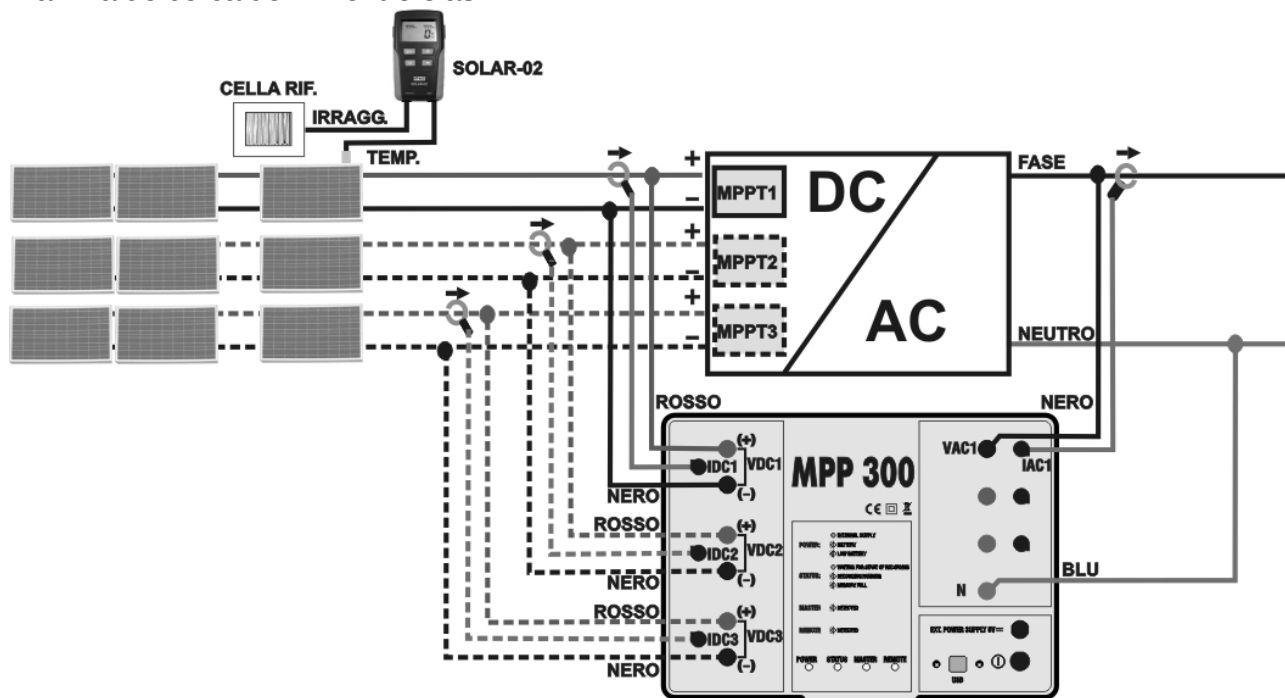
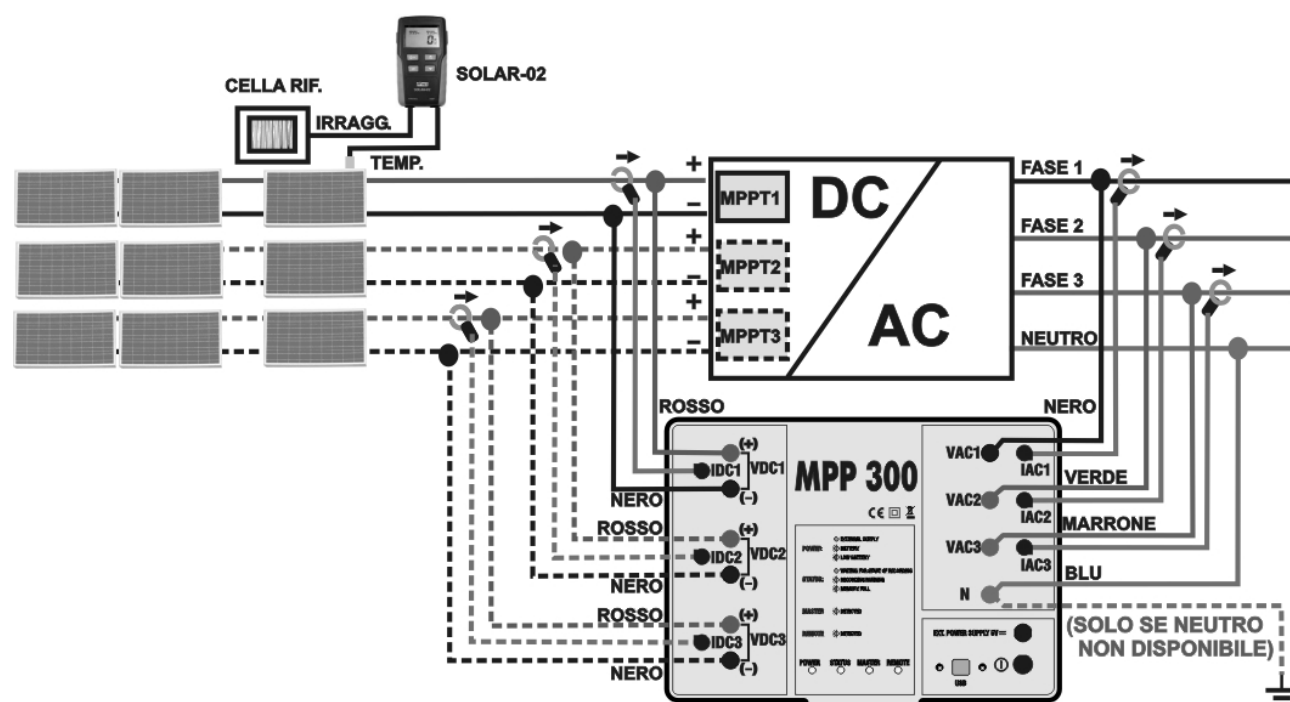

Fig. 234: Ligação do MPP300 para teste de uma instalação FV Monofásica
Fig. 235: Ligação do MPP300 para teste de uma instalação FV Trifásica
7. Ligar as entradas **VDC1(+)** e **VDC1(-)** da unidade **MPP300** aos terminais de saída da *string* respeitando as polaridades e as cores indicadas na Fig. 234 ou Fig. 235.
10. Inserir a pinça de corrente CC no condutor positivo na saída da *string* **respeitando o sentido da seta** presente na referida pinça conforme indicado na Fig. 234 ou Fig. 235. Colocar o toróide da pinça o mais afastado possível do inverter e do condutor negativo na saída da referida *string*.
12. Ligar as entradas **VAC1** e **N** da unidade **MPP300** respectivamente aos condutores de Fase e Neutro respeitando as polaridades e as cores indicadas na Fig. 234 ou Fig. 235. No caso de instalações trifásicas em que o condutor de Neutro não está disponível, ligar a entrada **N** à Terra.
14. Ligar a pinça CA no condutor de Fase L1 **respeitando o sentido da seta** presente na referida pinça conforme indicado na Fig. 234 ou Fig. 235. Colocar o toróide da pinça o mais afastado possível do inverter e do condutor do Neutro. Ligar a saída da pinça à entrada **IAC1** do MPP300.